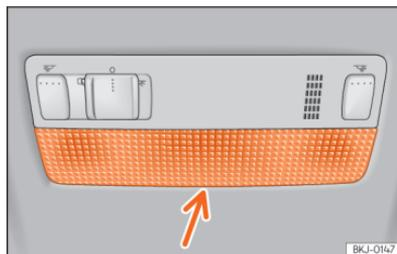

Fig. 176 Luz dianteira de leitura.
- Introduza uma chave de fendas fina, com a parte plana, entre a carcaça e o vidro »» **Fig. 176**.